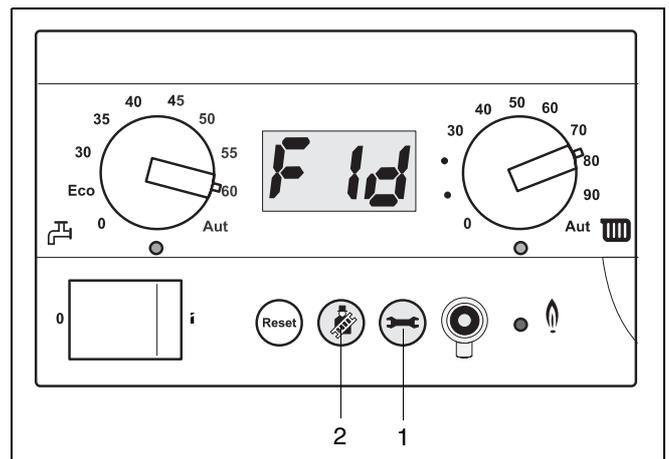

Fig. 23 Temporizzazione della pompa con impostazione di 24 ore
- Premere contemporaneamente i tasti spazzacamino e di manutenzione (fig. 23, pos. 2 e 1), fino a quando compare una "L--" sul display.
- La temporizzazione della pompa è regolabile in un campo compreso fra 5 e 60 min. (F □.F□□) oppure può essere impostata in un ciclo di 24 ore (F1d) (vedi fig. 23).
- La regolazione deve essere confermata premendo il tasto di manutenzione (fig. 23, pos. 1).